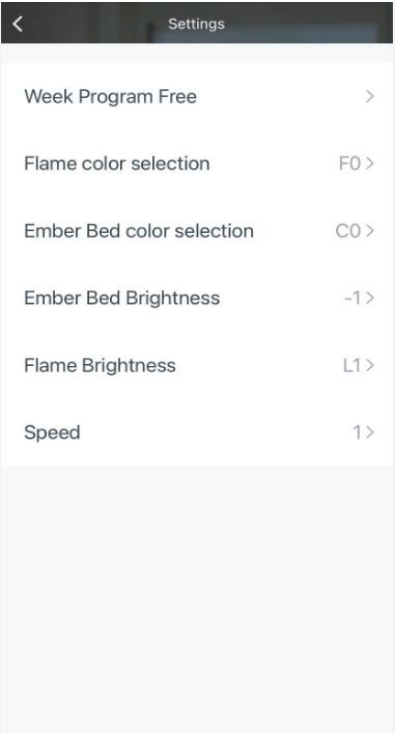

Imagen 9
4. Pulsa el botón de configuración para entrar en “Programa semanal libre”, “Selección de color de la llama”, “Selección de color de las brasas”, “Brillo de las brasas”, “Brillo de la llama” y “Velocidad”, como se muestra en la imagen 9.